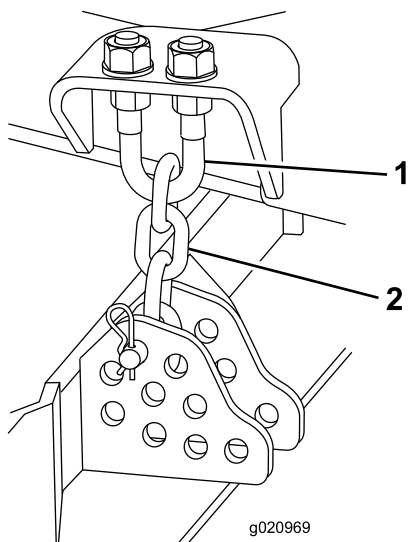

Figura 122
4. Retire el pasador de horquilla y la chaveta que fijan las cadenas de ajuste de la altura de corte a la parte trasera de la unidad de corte (Figura 122).